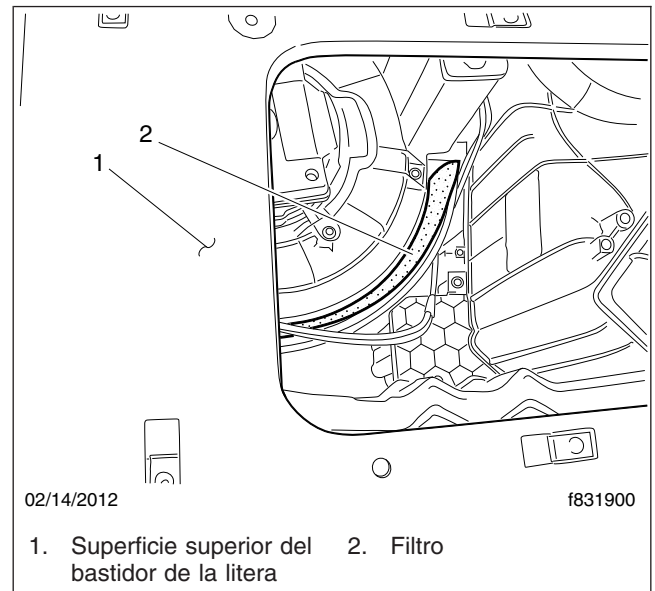
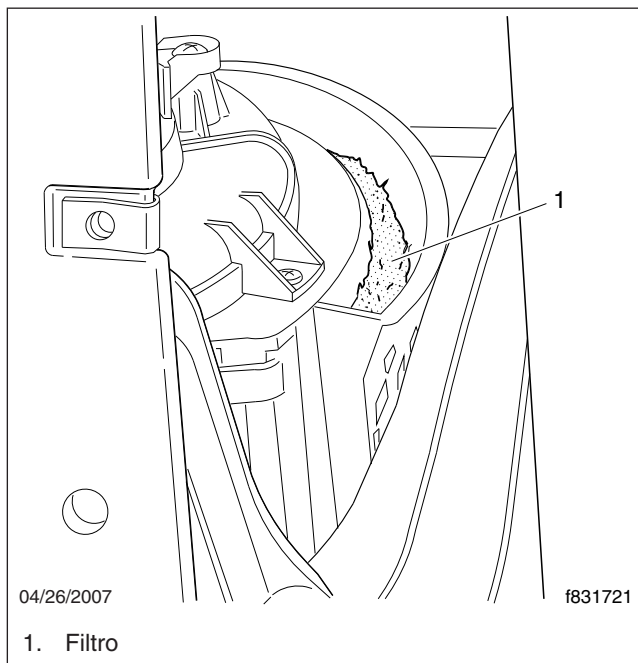

Figura 11, Retiro del filtro, dormitorio de 48 pulgadas
Figura 10, Retiro del filtro, dormitorios de 60 y 72 pulgadas
3. Levante el filtro para sacarlo de la ranura. Vea la **Figura 10** en el caso de dormitorios de 60 y 72 pulgadas o la **Figura 11** en el caso de un dormitorio de 48 pulgadas.